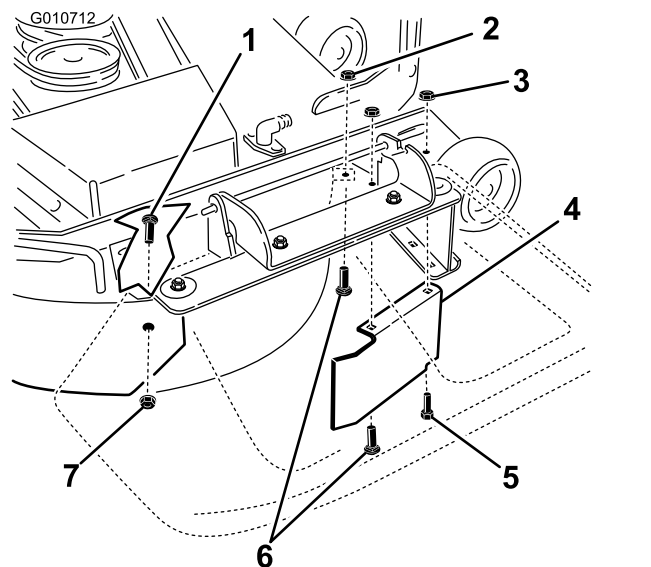

Figura 34
- Rimuovete il bullone a testa tonda (5/16" x 3/4") e il dado di bloccaggio (5/16") che fissano il deflettore al lato posteriore del piatto di taglio (Figura 34).
- Localizzate la protezione del deflettore davanti all'apertura di scarico laterale. Rimuovete gli elementi di fissaggio che assicurano la protezione del deflettore e il deflettore destro al piatto di taglio come illustrato nella Figura 34. Rimuovete la protezione del deflettore e conservate gli elementi di fissaggio.
13. Montate gli elementi di fissaggio rimossi in precedenza nei fori anteriori nella piastra di scarico e del foro anteriore del piatto di taglio (**Figura 34**).